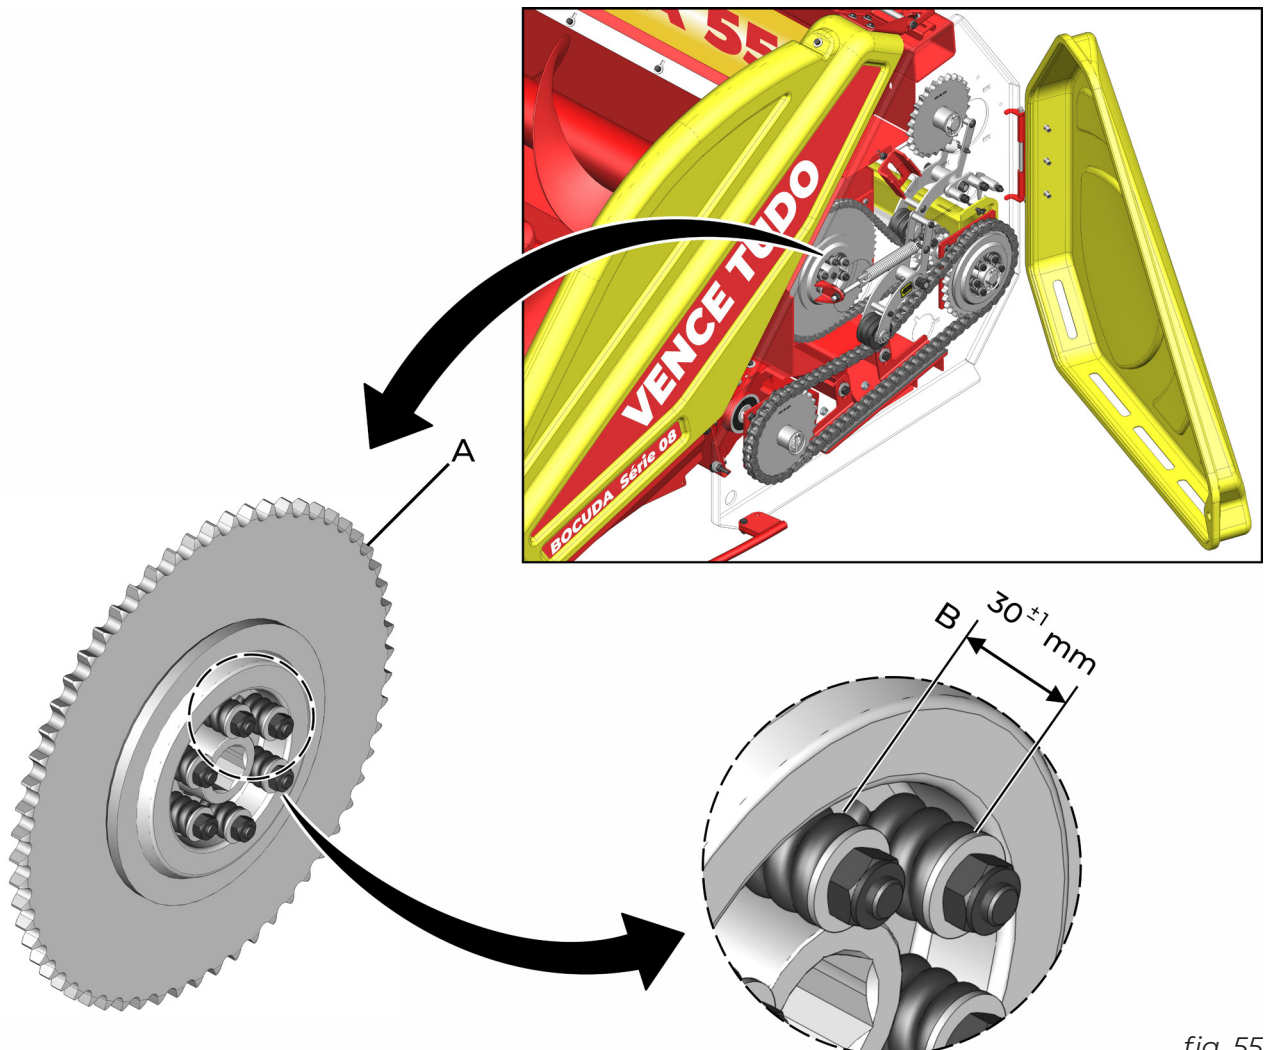

fig. 55
A transmissão do sem-fim alimentador é provida de um sistema de segurança: limitador de torque (A) (fig. 55). Todos os elementos do limitador saem ajustados de fábrica e devem ser adotados os mesmos procedimentos do item anterior. Porém, para esse limitador de torque observe a medida (B) (fig. 55) de fechamento das molas.